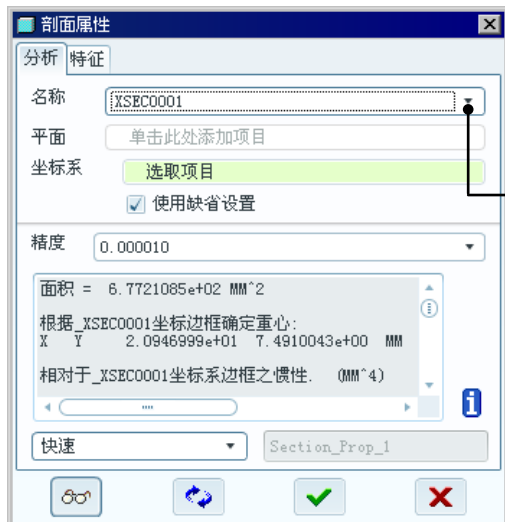

图 8.2.3 “剖面属性”对话框
Step2. 选择下拉菜单 分析(A) → 模型(M) → 剖面质量属性(X) 命令。
Step3. 在弹出的“剖面属性”对话框中, 打开[分析]选项卡, 如图 8.2.3 所示。
Step7. 在图 8.2.3 所示的 **分析** 选项卡的结果区域中, 显示出分析后的各项数据。